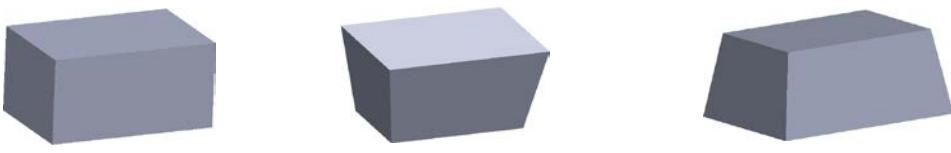

图 5.1.17 拉伸时的拔模操作
向外拔模(O) 复选框决定，如图 5.1.17 所示即为拉伸时的拔模操作。